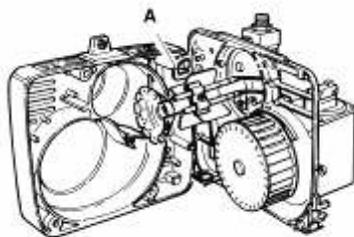

Рис.3
- Закрепить несущий щит А, как это показано на Рис.3.